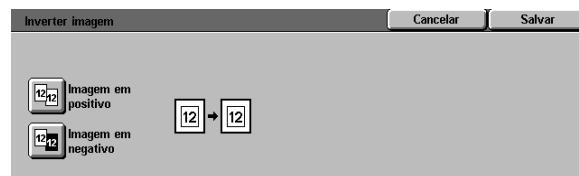

Figura 26: tela Imagem negativa
- 2 Toque no ícone **Imagem negativa** para exibir a tela Imagem negativa, conforme ilustrado na Figura 26.